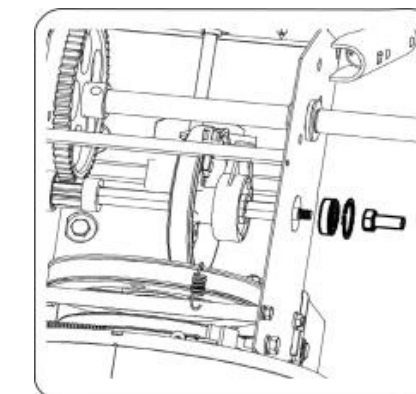

Рисунок 32
3. Осторожно снять шестигранный гайку и шайбу, крепящие (см. рис. 32) шестигранный вал к раме снегоуборщика и слегка постучать по концу вала, чтобы стронуть шариковый подшипник с правой стороны рамы.